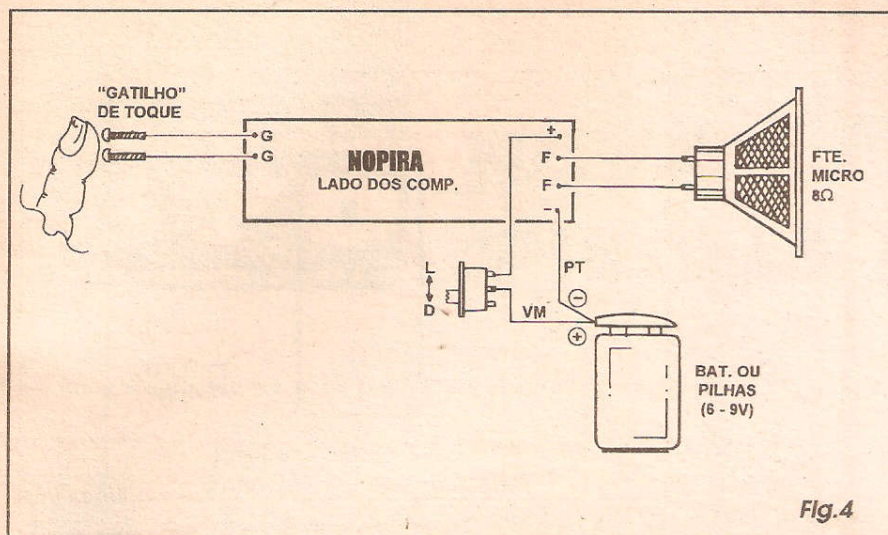

Fig. 4
- FIG. 4 - CONEXÕES EXTERNAS À PLACA - Com a placa ainda vista pela sua face não cobreada, agora abordamos as conexões externas, feitas da placa para fora... As únicas ligações polarizadas referem-se aos cabinhos da alimentação, provenientes do clip da bateria, ou do suporte das pilhas, sempre lembrando que o fio com isolamento vermelho indica o positivo, e o preto o negativo... O interruptor geral deve ser intercalado no fio do positivo da alimentação. As conexões do falantinho não são polarizadas (pelo menos num circuito tão simples e desprezencioso feito este...), e devem ser feitas por cabinhos isolados finos e flexíveis, aos pontos F-F... Finalmente, os dois contatos metálicos de toque (que - como já foi dito - podem ser supridos por dois parafusinhos comuns, usando-se suas cabeças para o toque...) devem ser ligados, também por fiozinhos no conveniente comprimento, aos pontos G-G da placa... Notar que os comprimentos dos diversos fios de conexão externa dependerão muito das próprias dimensões finais da pistola, e do
mente ocupada pelo integrado 4060...) no *lay out* do circuito impresso específico (placa A), também no sentido de eliminar-se a conexão original entre os pinos 12 e 3 do integrado, promovendo-se a conexão do pino 12 via resistor de 10K (observar as posições das novas ilhas e pistas acrescentadas...) ao negativo geral da alimentação... Finalmente, na **FIG. C** (comparar com a **FIG. 4 - pág. 36 - APE 29**) são mostradas as alterações relativas ao *chapeado*, ou seja: no lado não cobreado da placa... Ob-